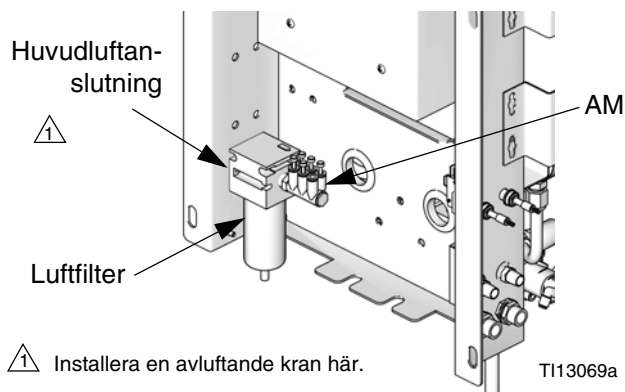

FIG. 4. Väggmonterat luftmatningsintag
2. Installera en avluftande kran på styrluftfiltrets ingång på den väggmonterade Färgstationen. FIG. 4.
Använd en separat matningsledning för rensningsluften till luftrensingsventilen (APV). Anslut inte luftrensingsventilen till enhetens huvudluftmatning eller till luftfördelningsröret (AM, FIG. 4) så förhindras kontaminering av solenoiderna, ledningarna med luftlogiken och enhetens huvudluftmatning med vätska om luftrensingsventilen (APV) och backventilen (CV) slutar att fungera.